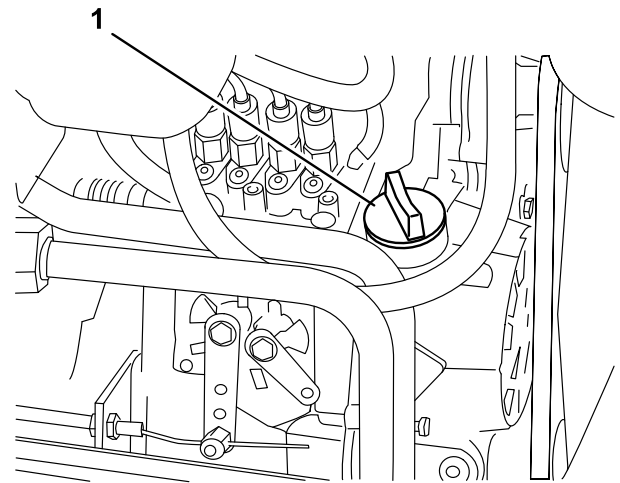

Bild 30
3. Wenn der Ölstand niedrig ist, nehmen Sie den Deckel des Einfüllstutzens (Bild 30) ab und füllen Sie Öl auf, bis der Ölstand die VOLL-Markie am Ölpeilstab erreicht. Füllen Sie nicht zu viel ein.